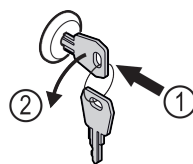

Fig. 182
- ▶ Klíč zasuňte dovnitř. Fig. 182 (1)
- ▶ Otáčejte klíčem o 90° proti směru hodinových ručiček. Fig. 182 (2)